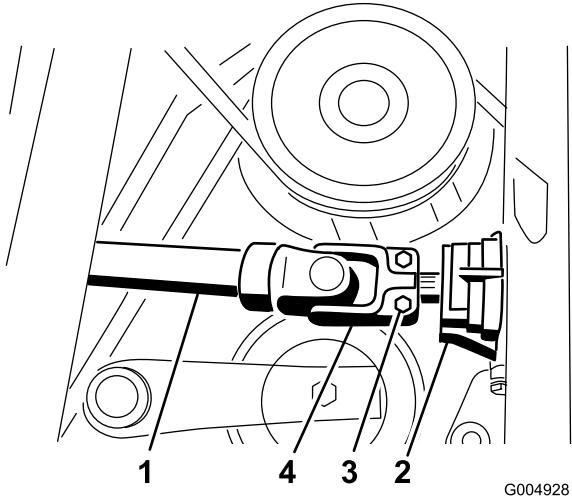

Figure 87
43. Glissez l'arbre d'entraînement sur l'arbre du boîtier d'engrenages (Figure 87). Montez la goupille cylindrique et serrez les boulons à un couple de 20 à 25 N·m.